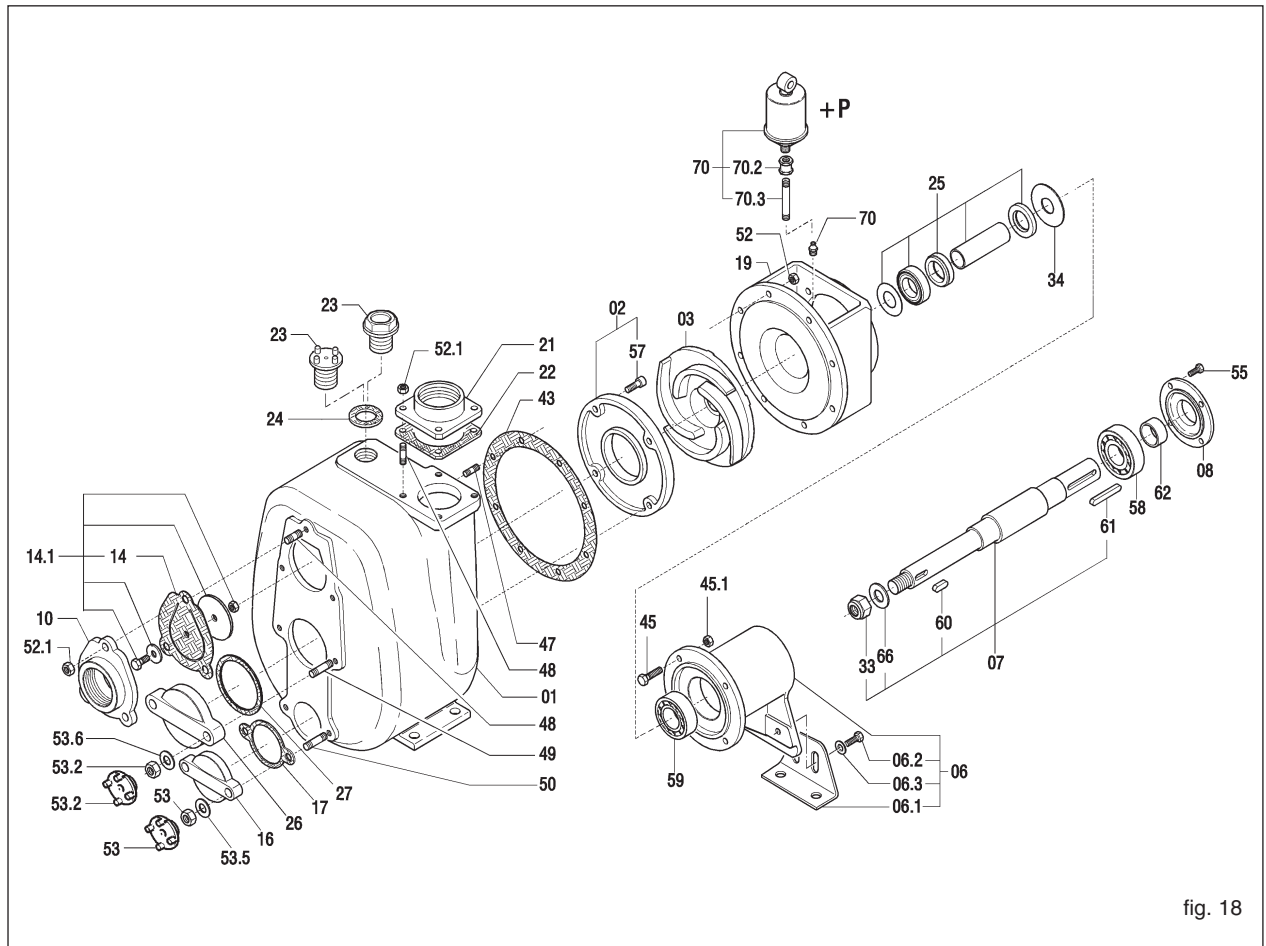

fig. 18
12.2 Sustitución de la rueda de álabes (fig. 18)
- Destornillar las tuercas (52) y sacar el cuerpo de la bomba, tratando de no dañar la guarnición (43).
- Parar a la rueda de álabes (03) y destornillar la tuerca autobloqueante (33).
- Eventualmente reemplazar la guarnición (43).
12.3 Sustitución del plato de desgaste (fig. 18)
- Destornillar las tuercas (52) y sacar el cuerpo de la bomba, tratando de no dañar la guarnición (43);
- Destornillar los tornillos de cabeza hexagonal (57)
- Sacar y sustituir el plato de desgaste (02)
- Eventualmente reemplazar la guarnición (43)
12.4 Sustitución de la válvula (fig. 18)
12.5 Sustitución de la junta estanca tipo 1 o 2 (referencia fig. 18, 19, 20)
12.7 Mantenimiento de los cojinetes (fig. 18)